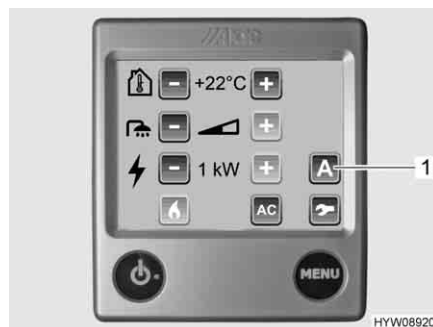

Fig. 116 Menu delle impostazioni (ventola aggiuntiva)
La ventola aggiuntiva viene azionata tramite la centralina di controllo (Fig. 116) del riscaldamento ad acqua calda.
- Premere il pulsante "A" (Fig. 116,1). Vengono visualizzate le funzioni.